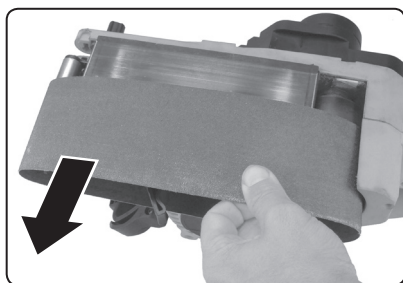

Abb. 5
2. Ziehen Sie das Band von den Walzen zur Seite ab (Abb.5).